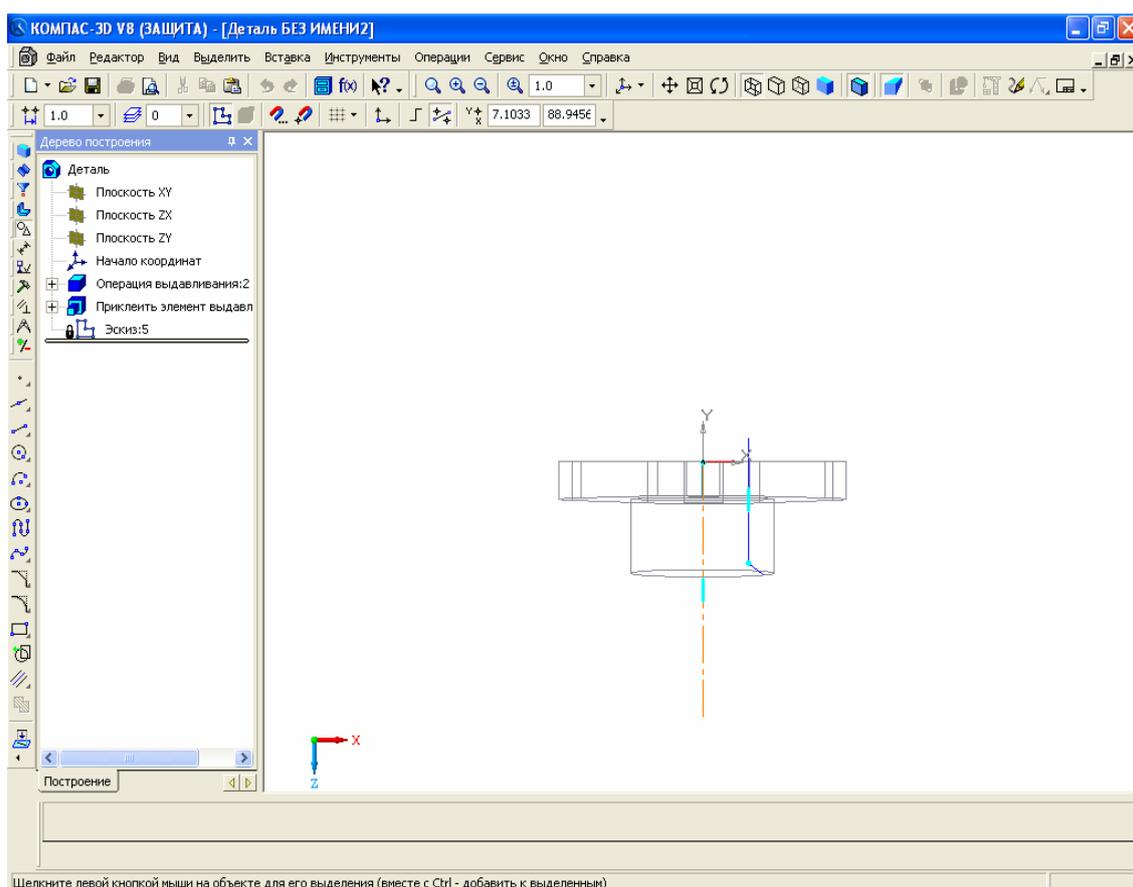

Рис. 31. Эскиз для создания отверстия
5. Для построения сквозного отверстия воспользуемся операцией вырезания, для чего в *Плоскости XY* построим эскиз, изображенный на рис. 31. Обратите внимание, что на эскизе присутствует вертикальный отрезок, проходящий через начало координат и построенный с использованием типа линии *Осевая*, что сделано не случайно. Поскольку отверстие – это цилиндрический элемент, то его можно получить вращением образующей. Образующая в эскизе изображается стилем линии *Основная*, а Ось вращения – при помощи стиля линии *Осевая*. Так, указанный вертикальный отрезок в эскизе – это не что иное, как ось вращения эскиза. Этот элемент является необходимым для использования инструмента **Вырезать вращением**.